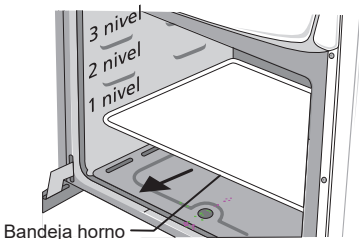

fig. 29
Su colocación es tal como se muestra en la figura. (fig. 29)
22.- DISPLAY (Ver fig. 29 y fig. 30 según la configuración de su producto)